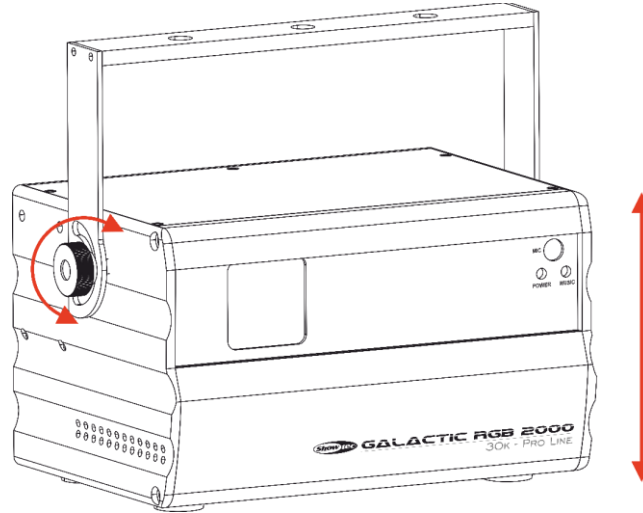

Abb. 10
- 01) Drehen Sie die **Einstellschrauben (04)** gegen den Uhrzeigersinn, um sie zu lösen.
- 02) Kippen Sie den Scheinwerfer in die gewünschte Position (Abb. 10).
- 03) Drehen Sie die **Einstellschrauben (04)** mit dem Uhrzeigersinn wieder fest. Stellen Sie sicher, dass sich der Scheinwerfer nicht frei bewegen kann, wenn die **Einstellschrauben (04)** angezogen sind.